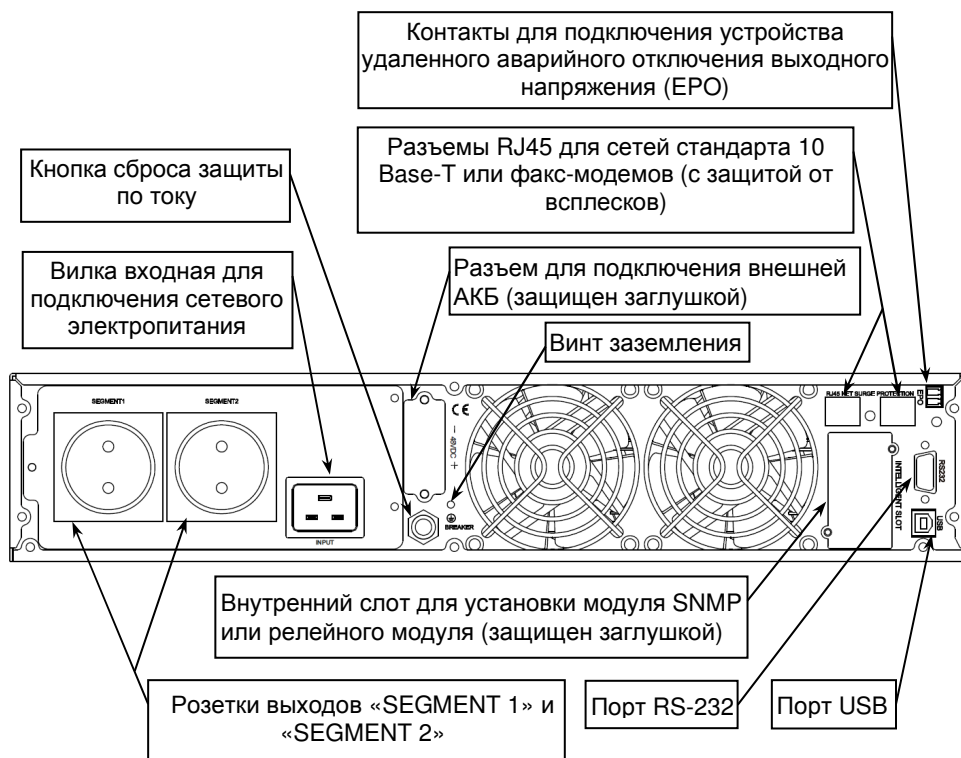

Рисунок 2 – Общий вид задней панели изделия.
На задней панели изделия расположены: входной и выходные разъемы, разъем для подключения внешней аккумуляторной батареи, кнопка сброса срабатывания защиты по току (срабатывание защиты происходит при превышении уровня входного тока выше допустимого), вентиляторы охлаждения и разъемы коммутационных портов (см. рисунок 2).
Разместите изделие в шкафу и закрепите его на передних стойках. Соедините винт заземления изделия (см. рисунок 2) с контуром заземления телекоммуникационного шкафа перемычкой заземления (в комплект поставки не входит).
- Подключите к выходным розеткам изделия кабели питания нагрузок (см. рисунок 2).